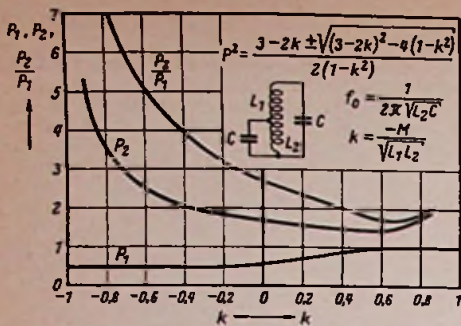
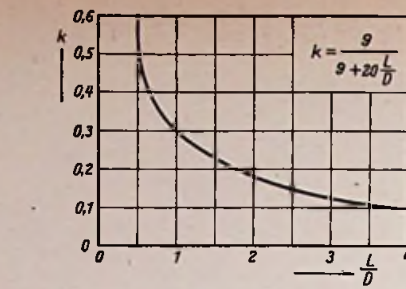

Bild 5. Die Faktoren P_1 , P_2 und P_2/P_1 in Abhängigkeit vom Kopplungsfaktor k bei gleichen C - und L -Werten
Bild 6. Der Kopplungsfaktor einlagiger Zylinderspulen in Abhängigkeit vom Verhältnis Länge zu Durchmesser
Kopplungsfaktors k . Es gibt also wieder zwei „Bänder“ $P_{1f_{01}}$ bis $P_{1f_{02}}$ sowie $P_{2f_{01}}$ bis $P_{2f_{02}}$. In Bild 5 sind P_1 , P_2 und P_2/P_1 in Abhängigkeit von k dargestellt. Bei der angezapften Spule ist k negativ.
wenn $L =$ Länge und $D =$ Durchmesser der Spule (in gleichen Maßeinheiten) sind. Die Formel gibt gute Werte, solange L/D nicht kleiner als 0,8 ist. In Bild 6 ist Formel (6) grafisch dargestellt. Bei praktisch ausführbaren Spulen liegt k zwischen 0,2 und 0,4.
Die Berechnung des Kreises erfolgt im Prinzip wie bereits beschrieben. Bekannt sind wieder f_{rn} und f_{rh} sowie C_{max} . Für die Wahl von $P_{1,2}$ sind die gleichen Gesichtspunkte wie bei $K_{1,2}$ maßgebend, d. h. P_2 darf kein Vielfaches von P_1 sein. $P_{1,2}$ müssen so gewählt werden, daß sich brauchbare Werte von k ergeben. Das ist z. B. der Fall für $P_2/P_1 = 3,5$. Dann ist $k = 0,3$ und nach Bild 6 wird $L/D = 1,05$. Das Kapazitätsverhältnis errechnet sich wieder aus (4), wobei für $K_{1,2}$ die aus Bild 5 abgelesenen Werte von P_1 und P_2 eingesetzt werden. Die halbe Spule L_2 wird ebenfalls wie oben berechnet.
Beispiel: Es sei wieder $f_{rn} = 3,4$ MHz, $f_{rh} = 30$ MHz, $C_{max} = 150$ pF und $P_2/P_1 = 3,5$. Aus Bild 5 und 6 wird abgelesen: $P_1 = 0,55$, $P_2 = 1,92$, $k = 0,3$ und $L/D = 1,5$. Dann ist